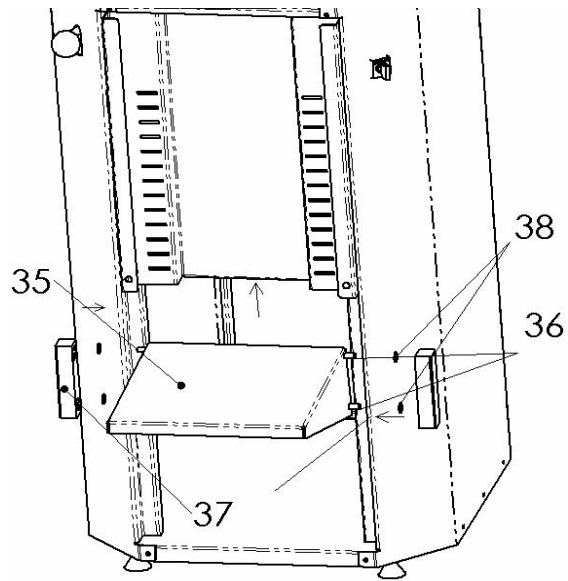

Figure 3-4
- 2) Introduire les tiges pivotantes du plateau à boîtes (36) x 2 dans les trous (35) (Figure 3-4).
- 3) Placer une rondelle en nylon (38) à chaque extrémité des deux tiges pivotantes.
- 4) Placer le bloc de nylon sur le groupe (37) (Figure 3-4), en positionnant la tige pivotante dans les orifices du groupe en nylon.
- 5) Maintenir le tout et faire glisser les groupes en nylon dans les fentes (Figure 3-4). Une fois les groupes en nylon entièrement introduits dans les fentes du panneau frontal, le groupe formera un tout, soulever le plateau à boîtes jusqu'à ce qu'il s'enclenche dans les encoches du panneau frontal.